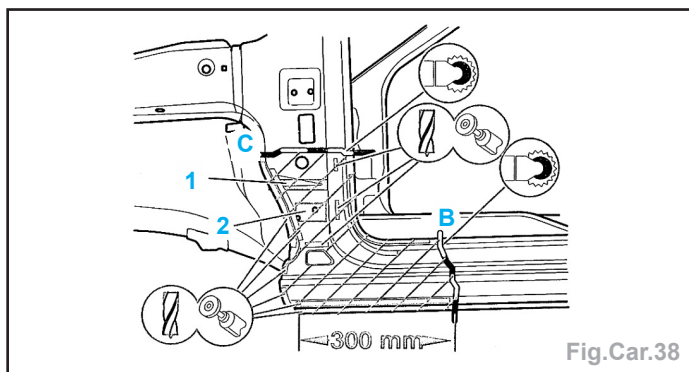

Fig.Car.38
- Tracer puis découper le pied de caisse à l'aide d'une meule assiette en suivant les lignes (B et C) (Fig.Car.38).